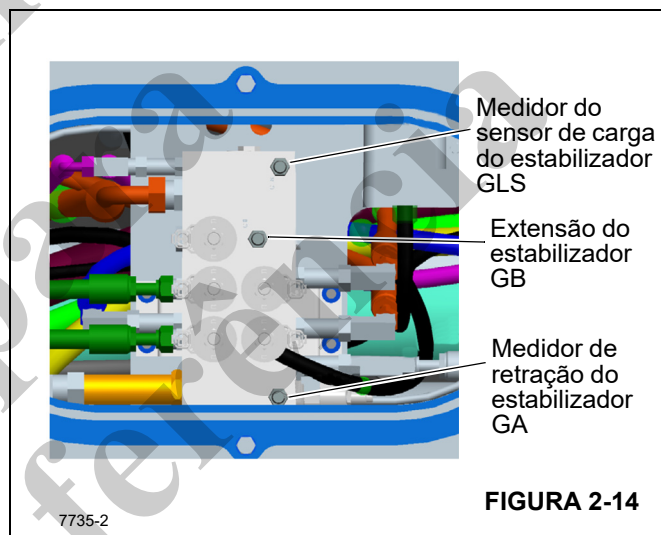

FIGURA 2-14
- Instale um manômetro de mínimo de 345 bar (5000 psi) na entrada do medidor GB no coletor do estabilizador dianteiro frontal. Consulte a Figura 2-14.
O circuito de Retração do estabilizador tem uma válvula de alívio única na Válvula do estabilizador dianteiro com um ajuste conforme mostrado na Figura 2-14 e Tabela 2-4.